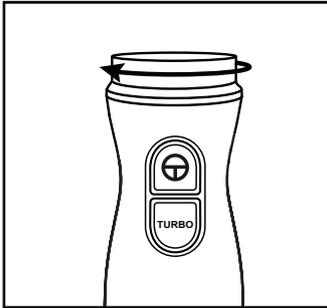

Fig. 1
- 2) Seleccione el nivel de velocidad deseado: con cada pequeño giro del regulador de velocidad ① en sentido horario se aumenta la velocidad un nivel (fig. 1). Mueva el regulador de velocidad ① en el sentido contrario –sentido antihorario– para disminuir la velocidad un nivel por cada pequeño giro (fig. 2). El nivel de velocidad ajustado (SPEED) 1-5 se muestra en la pantalla ⑥.